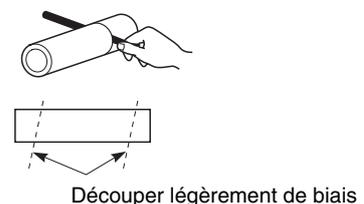

Fig. 3-48
- (5) Mesurez l'épaisseur du mur, du bord intérieur au bord extérieur, puis découpez le tube en PVC, légèrement de biais, 6 mm plus court que l'épaisseur du mur. (Fig. 3-48)